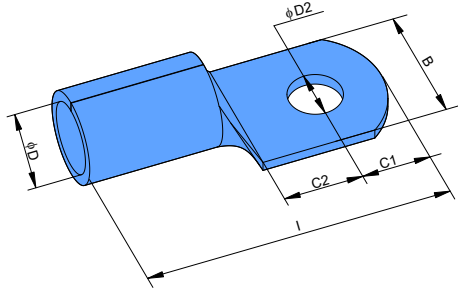

图 4-11 接线端子外观图
接线端子最大尺寸参见表 4-8, 尺寸图如图 4-11 所示。
- ◆ [3]: 跳线 J7、J9 与 J10 在控制板上的位置如图 4-11 所示。